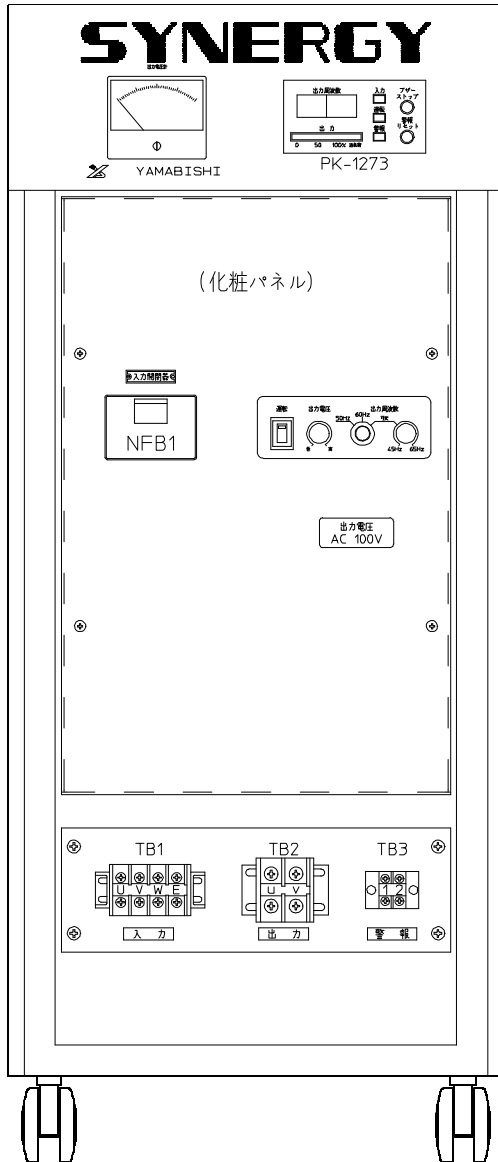
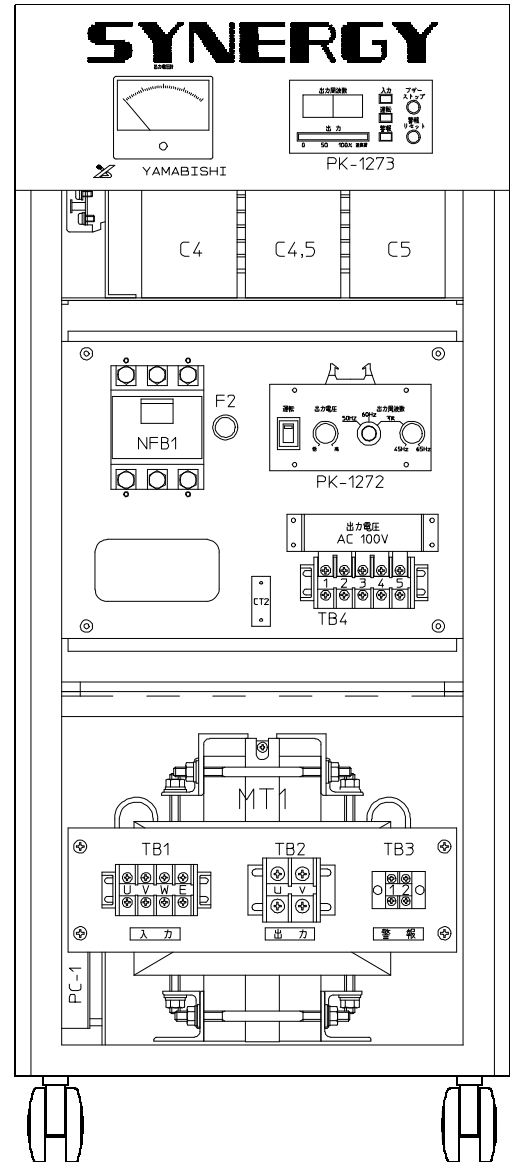
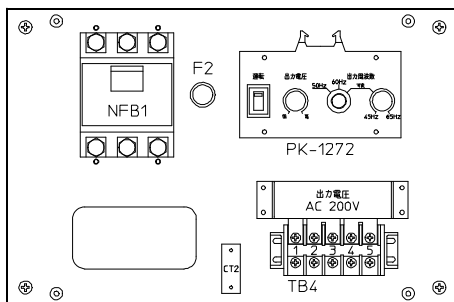

図 1 (扉内図)
図 2 (化粧パネルを取り外した図)
図 3
- 1 図1の化粧パネルを4箇所M4ビスを取り外すと、図2の様に出力電圧表示板が現われます。
備考 図2は出力電圧100Vを示し図3は出力電圧200Vを示します。